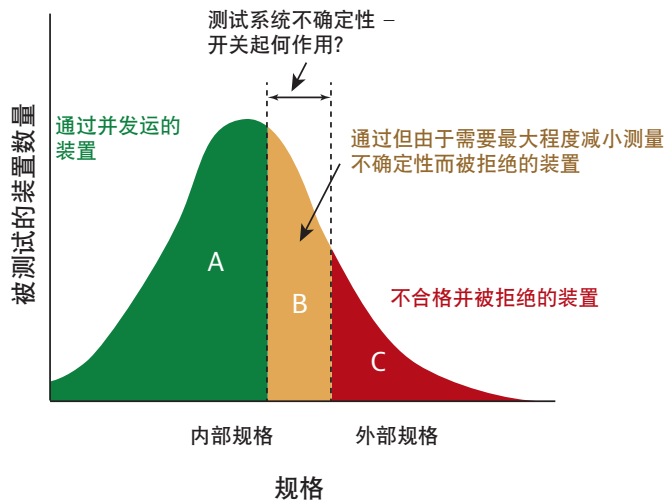

图 1. 测量影响
为了应对测试的不确定性，用户必须使用更严格的内部规格，以确保设备不会错误地通过。这样就必然会有一些百分比的可以发货并产生收入的装置被拒绝。测试良率的定义是：通过内部规格测试的设备数相对于通过外部规格测试的装置数的百分比。这些装置呈现在图 1 的区域 B 中。开关插入损耗 (IL)、偏振相关损耗 (PDL)、重复性和稳定性都会在自动测试系统中导致额外的不确定性。选择 mOSW-C1/mISW-C1 将能最大程度地降低开关对测试良率的影响，在许多情况下能降低到不可测水平。